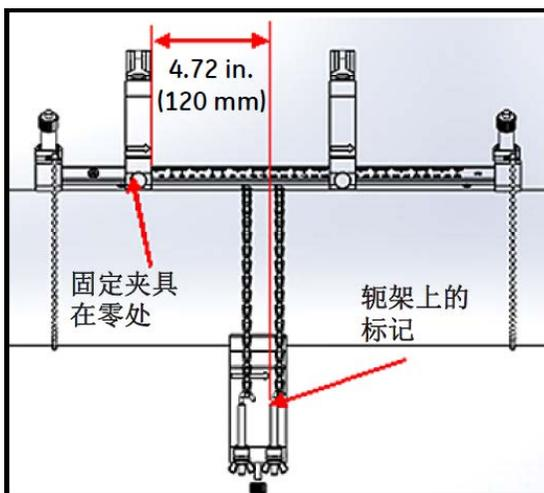

图 30: 轭架设置在 120 mm/4.72 in. 处
- 间距 <305 mm （示例中使用 120 mm/4.72 in.）：从固定夹具的边缘到轭架标记线之间，量出所需的 120 mm/4.72 in. 间距（请参见下面的图 30）。